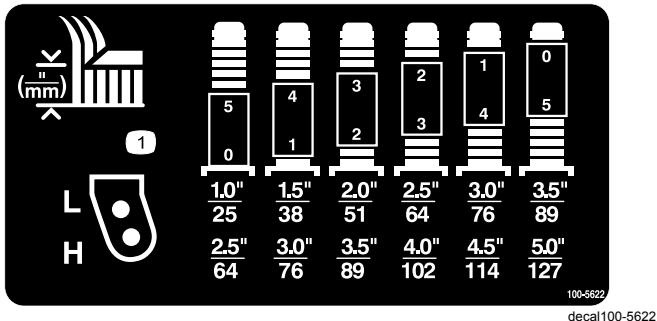
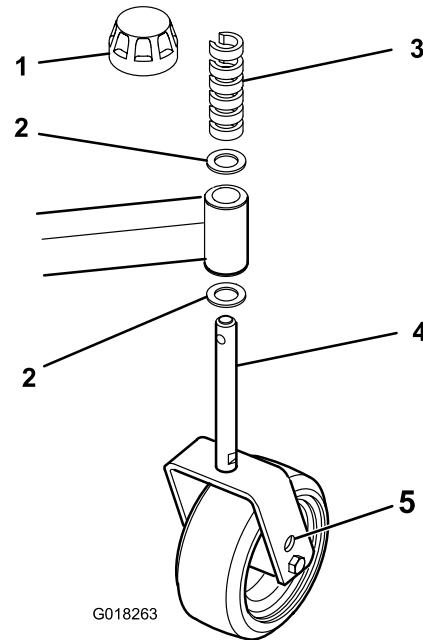

Figura 8
Figura 9
2. Posizionate gli assali delle ruote orientabili negli stessi fori di tutte le forcelle. Fate riferimento a Figura 7, Figura 8 e Figura 9 per determinare i fori adeguati all'impostazione voluta.
1. Rimuovete il cappuccio di tensione dall'asse del mandrino (Figura 9).